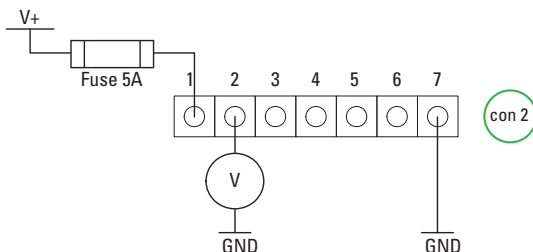

Figure 18. Bestimmung der Batterien SoC
3. Bestimmen Sie die Spannung an Pin 2 von CON2 (siehe Abbildung 18).